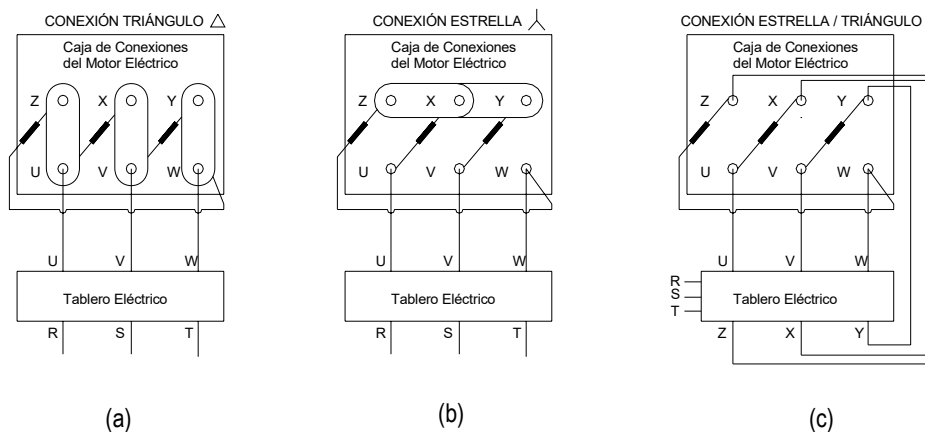

Figura 36
Para efectuar una conexión triángulo, en la caja del motor eléctrico se colocan los puentes conectando: U con Z, V con X, W con Y. Los cables que van desde el tablero eléctrico a la caja de conexiones del motor unen los terminales: U con U, V con V, W con W (Figura 36-a).
Para efectuar la conexión (estrella) conecte juntos los tres terminales: X-Y-Z de la caja de conexiones Y conecte los terminales U-V-W con los correspondientes terminales U-V-W en el tablero eléctrico. Los terminales de la red de alimentación R-S-T deben conectarse con los terminales R-S-T del tablero eléctrico (Figura 36-b).
Los motores con seis (6) cables pueden ser arrancados usando un partidor Estrella/ Triángulo sólo si el voltaje de la línea de alimentación es igual al mínimo voltaje que aparece en la placa, de entre los dos valores especificados por el fabricante. Para efectuar la conexión estrella triángulo, en la caja del motor, se eliminan todos los puentes, dejando los terminales libres. Los seis (6) cables que van desde el tablero hasta el motor, conectan los seis (6) terminales del tablero con los seis (6) terminales de la caja de conexiones del motor de la siguiente forma: U con U, V con V, W con W, Z con Z, X con X, Y con Y (Figura 36-c).